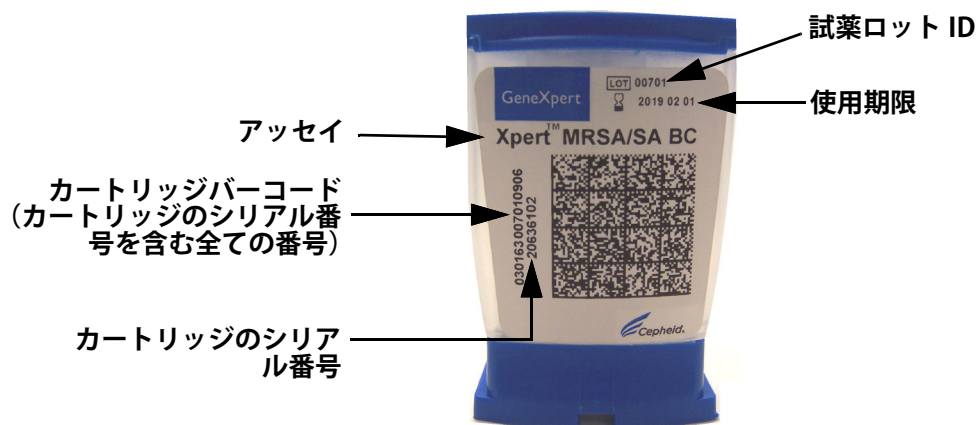

図 5-116. 試薬カートリッジ
2. ワークスペースの指示に従って、カートリッジのバーコードを入力します。カートリッジのバーコード番号は、実際のバーコードの左側にあります。カートリッジバーコードの詳細な説明は、図 5-116 に示されています。
2. カートリッジの各フィールドに、カートリッジ情報を入力します。カートリッジバーコードの詳細については、図 5-116 を参照してください。